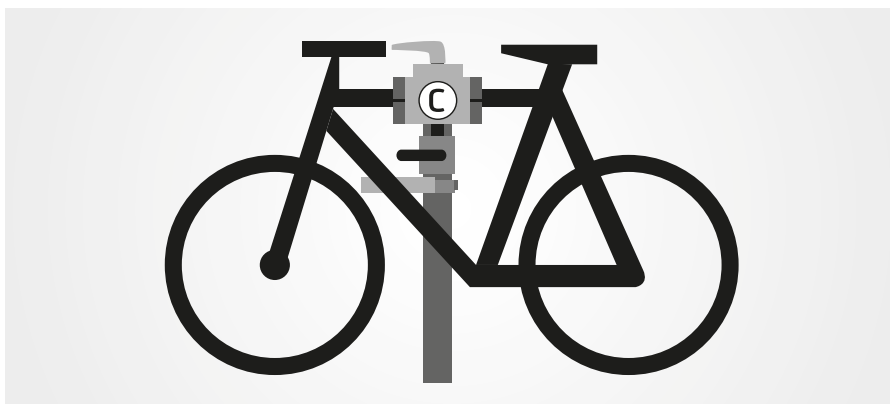
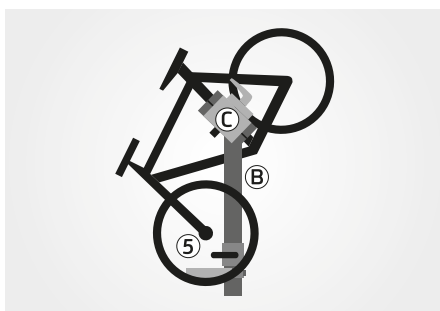
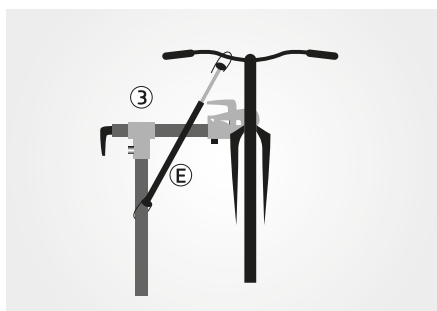

Fig. 1
Fig. 2
Fig. 3
- Undgå at overskride den maksimale forlængelse af højdeindstillingsrøret (B); den maksimale forlængelse er markeret på røret.
- Undgå at forlænge den vandrette klemmestang længere end vist i Fig. 1.
- Vælg en placering på cyklen, der sikrer at fastmonteringen på standeren bliver så afbalanceret som mulig, hvorved det undgås at standeren vælter eller at klemmen bliver for stram (se sammenligningen mellem Fig. 1 og Fig. 2).
- Vinklen bør justeres INDEN cyklen monteres, hvorved det også er vigtigt at kontrollere alle låsemekanismer (3), (5). Hvis standerens højde eller vinkel skal justeres efter montering af cyklen, anbefales det at dette gøres af 2 personer samtidigt.
- For at stabilisere forhjulet, kan forhjulsstabilisatoren (E) Fig. 3, indsættes mellem cykelstyret og standerens teleskopstang.